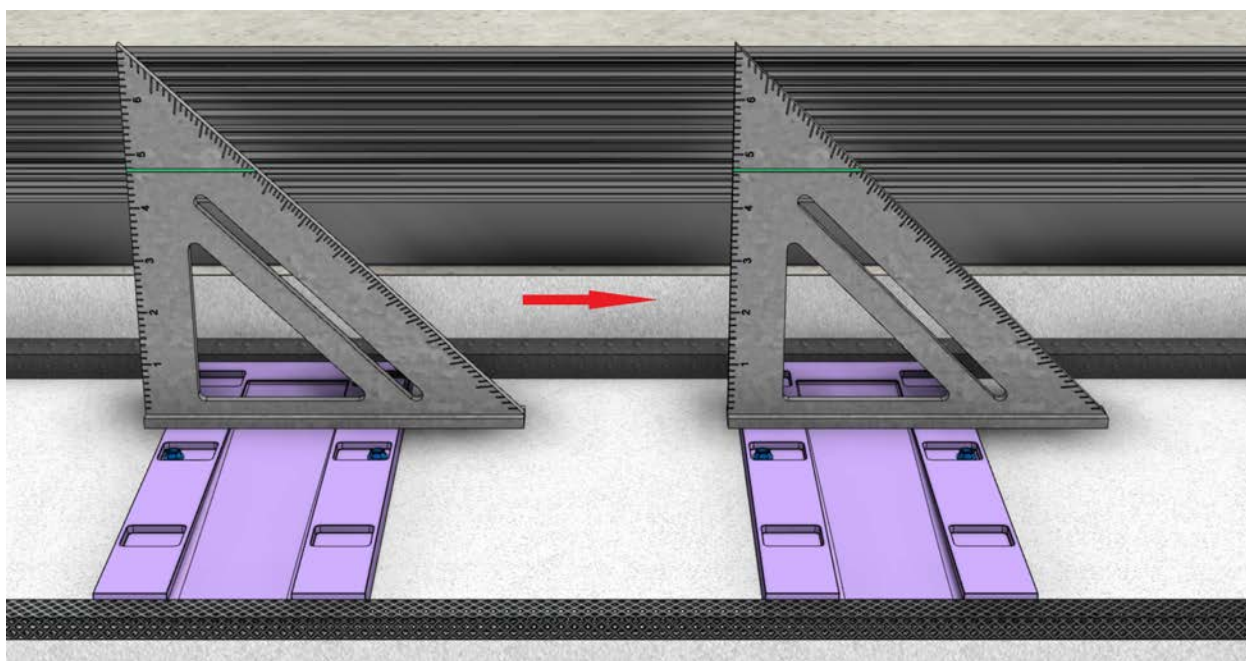

Fig 16
- Asegúrese de que todas las cuñas de drenaje estén niveladas entre sí a lo largo de toda la abertura en bruto, de izquierda a derecha. Use un nivel láser y una escuadra de carpintero, y verifique que cada cuña esté nivelada (Fig. 16).